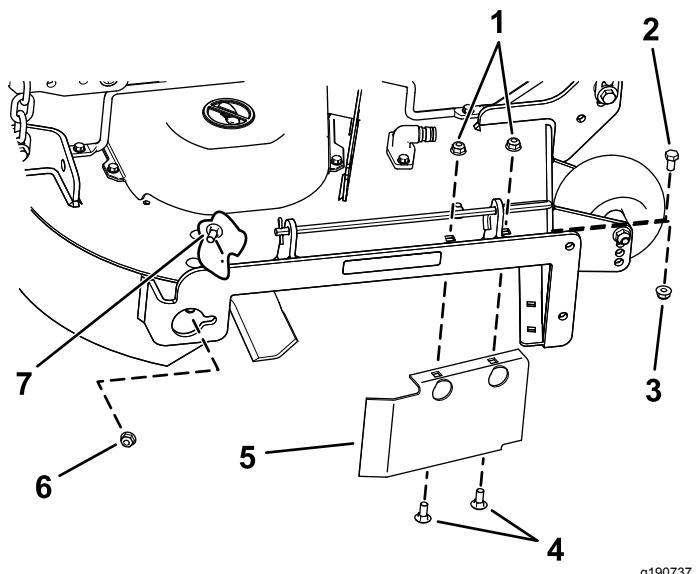

Figure 17
8. Sur la paroi arrière du plateau de coupe, retirez le boulon de carrosserie (5/16" x 3/4") et le contre-écrou (5/16") qui fixent le déflecteur au plateau (Figure 17).
9. Localisez la protection du déflecteur sur le bord avant de l'ouverture d'éjection latérale (Figure 17).
10. Retirez les fixations qui maintiennent la protection du déflecteur et le déflecteur droit sur le plateau de coupe (Figure 17).
13. Placez les fixations retirées précédemment dans les trous avant de la plaque d'éjection et le trou à l'avant du plateau de coupe (Figure 17).